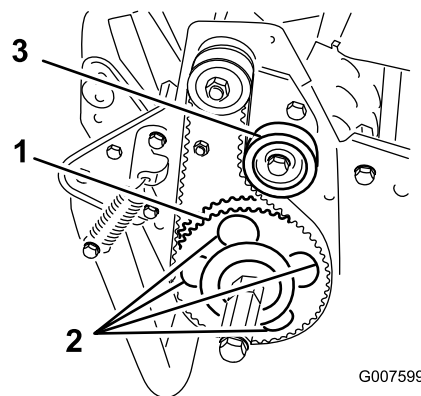

Figure 45
7. Tournez la poulie menée jusqu'à ce que les trous se trouvent en face des 4 vis à embase du roulement à rouleaux (Figure 45).
11. Réglez la tension de la courroie et serrez la vis de fixation de la poulie de tension (Figure 45).